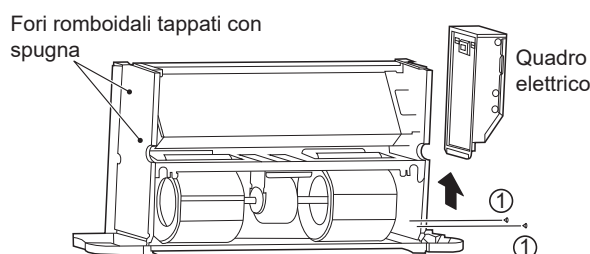

Figura 5-19 Rimozione del quadro elettrico e chiusura dei fori romboidali
- Rimuovere le viti come illustrato in Figura 5-19 ①\*2 per estrarre il quadro elettrico.
Come illustrato in Figura 5-19, tappare i fori romboidali sulla placca laterale (la placca senza tubi di ingresso e uscita) con spugna.